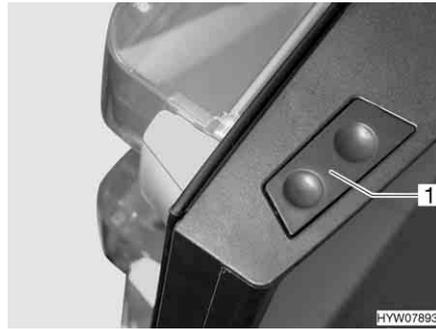

Fig. 139 Tasto di sblocco della porta del frigorifero (serie Dometic 8)
*Apertura:* ■ Premere il tasto di sblocco (Fig. 139,1) e aprire la porta del frigorifero.